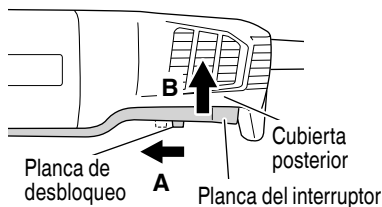

Fig. 3
2. Para encender la máquina, deslice la palanca de desbloqueo hacia la dirección de A y presione la palanca del interruptor en la dirección de B tal y como se muestra en la Fig. 3.